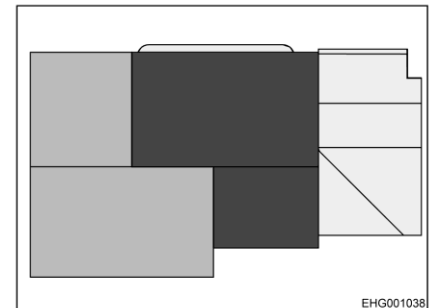

Bild 107 Efter ombyggnaden (vy ovanifrån)
- Lägg extradynan enligt Bild 107 på bordet.